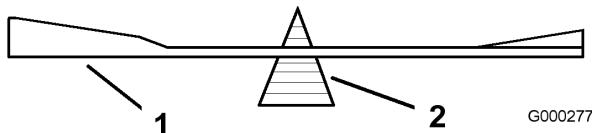
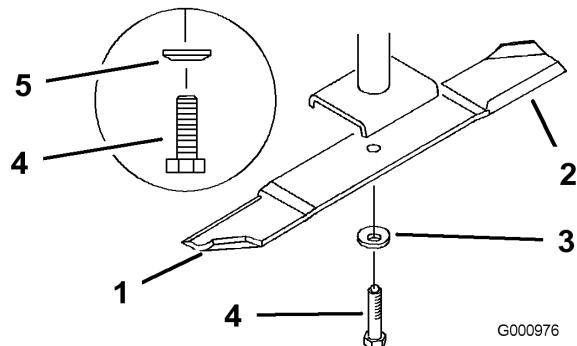

Figura 77
Figura 78
2. Retire del eje el perno de la cuchilla, la arandela de muelle y la cuchilla (Figura 78).
2. Verifique el equilibrio de la cuchilla colocándola sobre un equilibrador de cuchillas (Figura 77). Si la cuchilla se mantiene horizontal, está equilibrada y puede utilizarse. Si la cuchilla no está equilibrada, rebaje algo el metal en la parte de la vela solamente (Figura 78). Repita este procedimiento hasta que la cuchilla esté equilibrada.
- Instale la cuchilla en el eje (Figura 78).
- Instale la arandela de muelle y el perno de la cuchilla. El cono de la arandela de muelle debe estar orientado hacia la cabeza del perno (Figura 78). Apriete el perno de la cuchilla a 115-150 Nm (85-110 pies-libra).